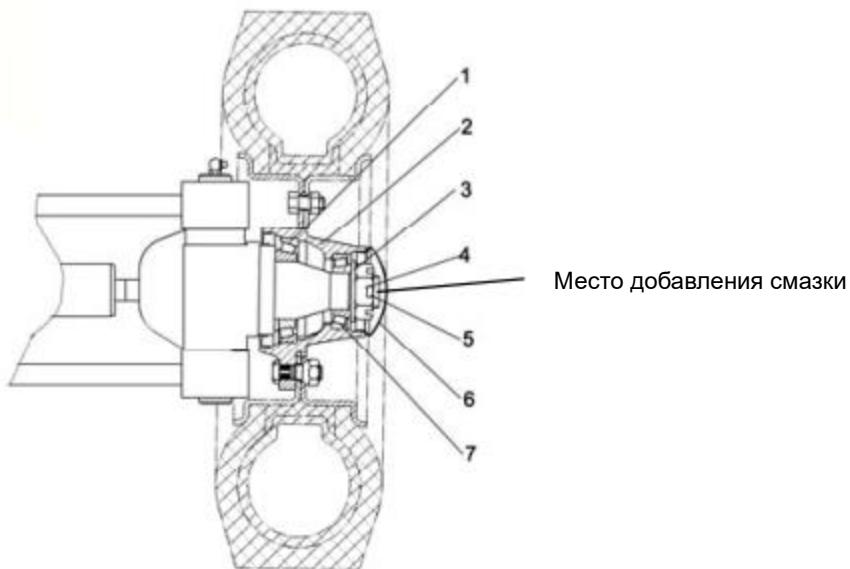

Рисунок 2-40
- (1) См. Рисунок 2-40, смажьте внутреннюю полость ступицы колеса, внутренний или внешний подшипник и крышку ступицы колеса, а также сальник.
- (2) Установите наружное кольцо подшипника на ступицу колеса и установите ступицу колеса на шарнире.
- (3) Установите шайбу и затяните гайку моментом затяжки 206-235 Нм (21-24 кгм), затем ослабьте гайку, затянув гайку снова моментом затяжки 9,8 Нм (1 кгм)
- (4) Аккуратно вставьте ступицу при помощи деревянного молотка и поверните ее на 3-4 оборота, чтобы убедиться, что она не болтается.
- (5) Затяните гайку.
- (6) Аккуратно постукивая ступицу колеса деревянным молотком, вращайте ступицу колеса 3-4 оборота вручную, чтобы обеспечить стабильность вращения, и измерьте момент вращения, чтобы его значение находилось в диапазоне 2.94-7.8Нм (0.3-0.8кгм)
- (7). Если момент вращения больше стандартного значения, вы можете отвернуть гайку на 1/6 оборота, а затем снова измерить его.
- (8) После того, как момент вращения будет соответствовать стандартному значению, зафиксируйте гайку при помощи шплинта.